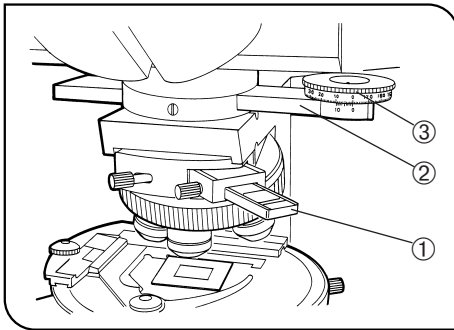

Fig. 19
En cas d'utilisation de l'accessoire intermédiaire pour observation orthoscopique (U-OPA) (Fig. 19 & 20)
1. Introduire complètement le polariseur d'alignement ①, fourni avec l'U-OPA, dans l'adaptateur de lame d'échantillon (U-TAD). Serrer sa molette de blocage. (Fig. 19)
3. Introduire l'analyseur rotatif (U-AN360P-2) ② dans la fente de l'analyseur de l'accessoire intermédiaire. Engager l'analyseur, desserrer la vis de fixation et régler le cadran rotatif ③ de l'analyseur sur 0°. (Fig. 19)